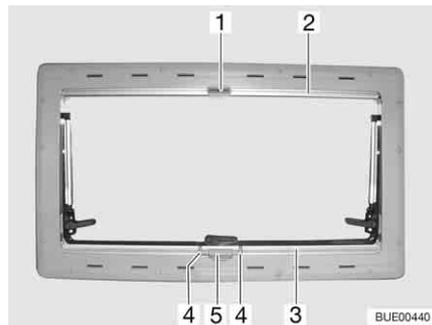

Bild 84 Ausstellfenster
- Griff (Bild 84,4) zusammendrücken und Verdunklungsrollo (Bild 84,3) von unten nach oben bis zur gewünschten Höhe ziehen.
- Griff (Bild 84,4) zusammendrücken. Die Arretierung wird gelöst.
- Das Verdunklungsrollo (Bild 84,3) langsam in Ausgangsstellung zurückführen.
- Insektenschutzrollo (Bild 84,2) nach unten ziehen, bis es am Verdunklungsrollo (Bild 84,3) anstößt und der Verschlussriegel (Bild 84,1) in die Verriegelung (Bild 84,5) einrastet.
- Den Verschlussriegel (Bild 84,1) lösen.